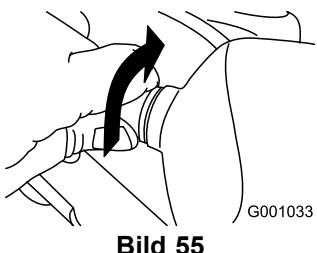

Bild 55
2. Drehen Sie den Sockel der Glühbirne nach links, bis er stoppt (Bild 55).